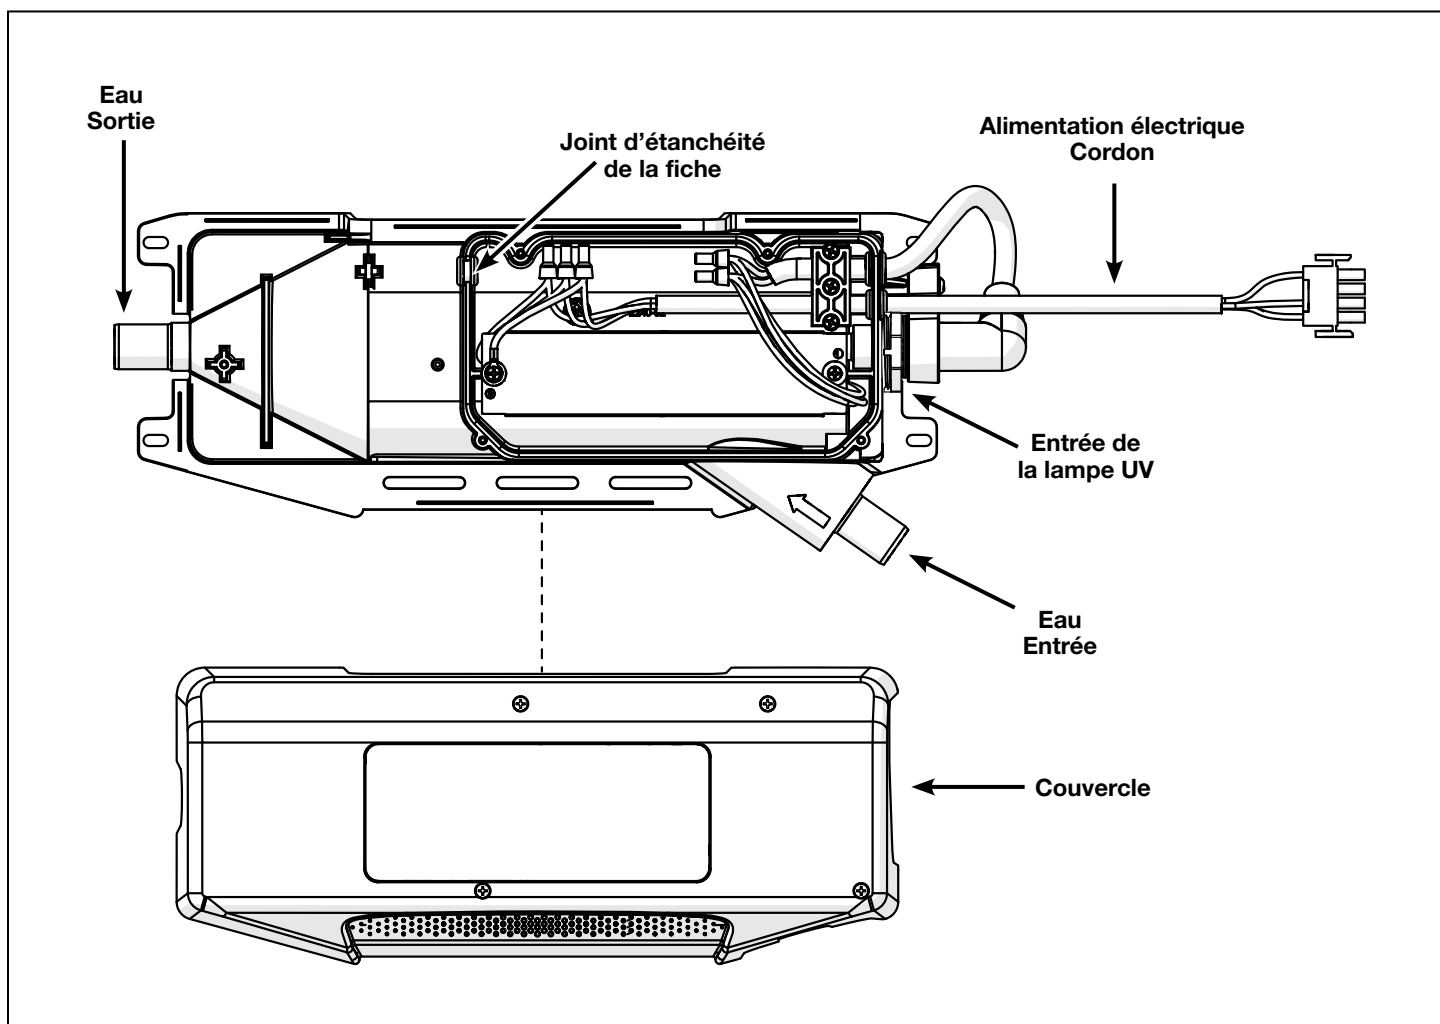

Figure 1. Composants DEL UV-C Spa 2
- Lors de l'entretien du DEL UV-C Spa 2, qui nécessite le retrait du couvercle, assurez-vous que le joint d'étanchéité du cordon d'alimentation d'ozone est correctement placé lorsque le couvercle est remis en place. Voir la figure 1.